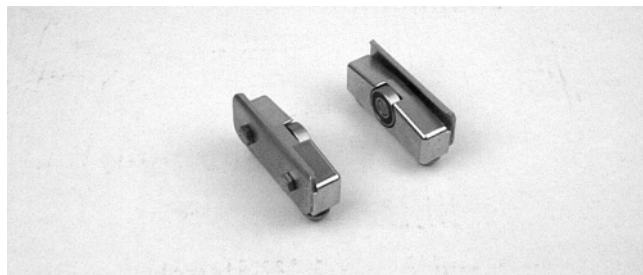

Abbildung 12
1. Typische Bauteile (Abbildung 12)